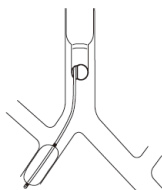

Bild 10
4. För en patient med övre loben på höger lunga placera väldigt nära trakealbifurkationen, blockering av mitten och nedre loberna på höger lunga, istället för hela höger lunga, kan uppnås genom att placera blockeraren i mellanbronken (Bild 10).